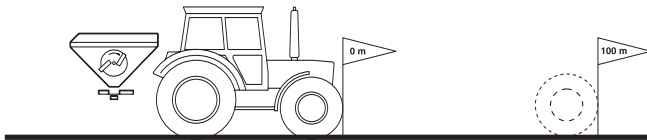

Fig. 25
- Medir sobre el campo un recorrido de medición de exactamente 100 m. Marcar el punto inicial y final del recorrido de medición (Fig. 25).